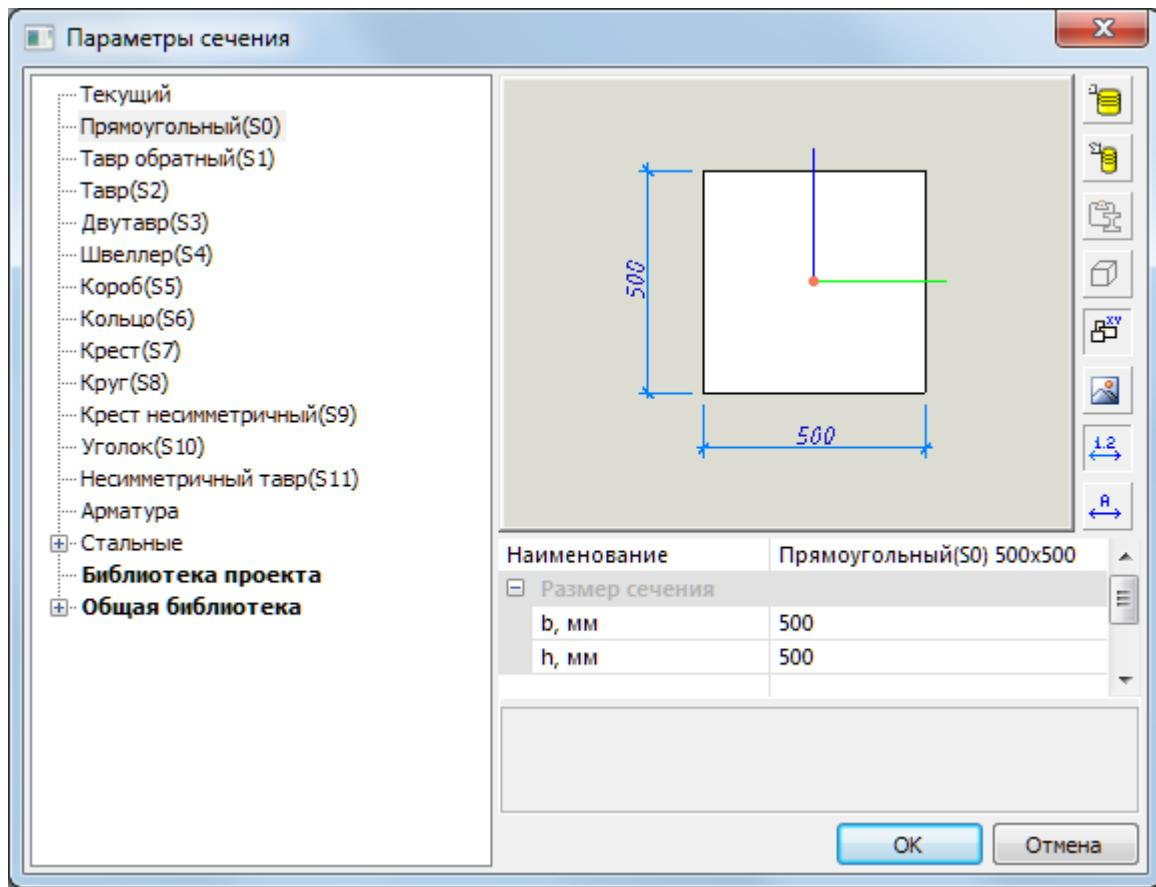

Рис.3.1. Диалоговое окно Параметры сечения
- Вызовите диалоговое окно Параметры сечения (рис.3.1) щелчком по кнопке  в строке свойств инструмента Колонна.